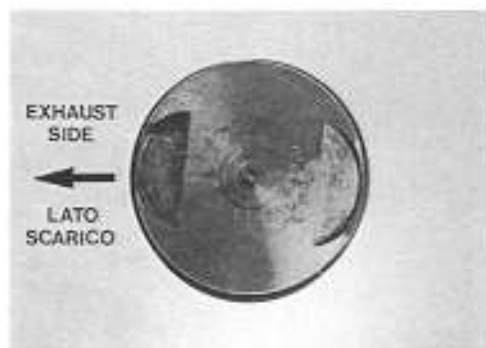

Fig. 66
- Utilizzando l'attrezzo speciale già usato per lo smontaggio, inserire gli spinotti nei pistoni. La freccia esistente sul cielo dei pistoni deve essere rivolta verso la valvola di scarico (ovvero verso il lato anteriore del motociclo) (Fig. 66). Lubrificare abbondantemente le boccole dei piedi di biella e gli spinotti prima di procedere al rimontaggio dei pistoni.
- Install the gudgeon pins into the pistons using the special tool used for removal. The arrow on the piston crown should be pointing towards the exhaust valve (i.e. front side of motorcycle) (Fig. 66). Liberally lubricate the small-end bushes and the gudgeon pins before installation.